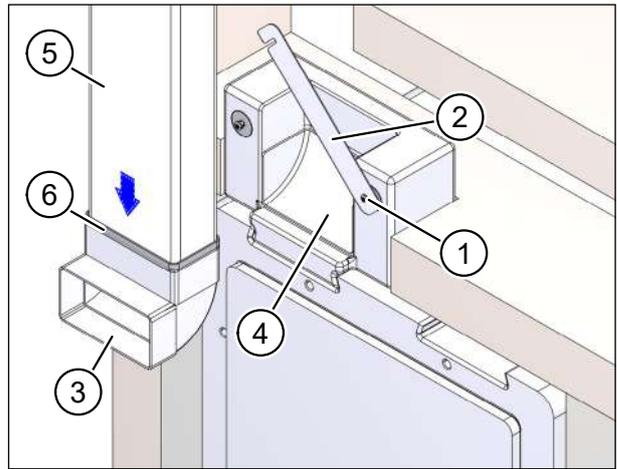

Abb. 28: Flachkanäle in Kanalanschlussadapter einsetzen
- ▶ Lockern Sie die beiden Kreuzschlitzschrauben (Pos. 1 in Abb. 28) und klappen Sie den Riegel (Pos. 2 in Abb. 28) nach oben.
- ▶ Nehmen Sie den Flachkanal-Winkel (Pos. 3 in Abb. 28) aus dem Kanalanschlussadapter (Pos. 4 in Abb. 28).
- ▶ Setzen Sie einen Flachkanal M-WRG-FK-F (Pos. 5 in Abb. 28), Art.-Nr. 5590, oder den Formstückadapter M-WRG-FSA lang, Art.-Nr. 5375-00, in den Flachkanal-Winkel ein.
- ▶ Dichten Sie die Verbindungsstelle mit einer Lage Dichtband von 30 mm Breite (Pos. 6 in Abb. 28) ab.
- ▶ Setzen Sie den Flachkanal-Winkel (Pos. 3 in Abb. 28) zusammen mit dem angefügten Flachkanalelement (Pos. 5 in Abb. 28) wieder in den Kanalanschlussadapter (Pos. 4 in Abb. 28) ein.
- ▶ Klappen Sie den Riegel (Pos. 2 in Abb. 28) nach unten und ziehen Sie die Kreuzschlitzschrauben (Pos. 1 in Abb. 28) vorsichtig an.